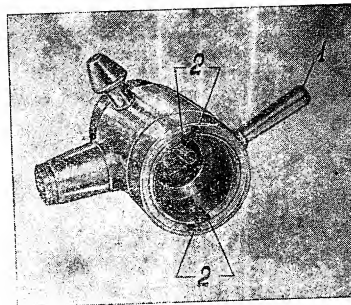

Рис. 15.
Крепление ректоскопической трубки в головке (рис. 15) производится ее подвижным кольцом с рукояткой (1).